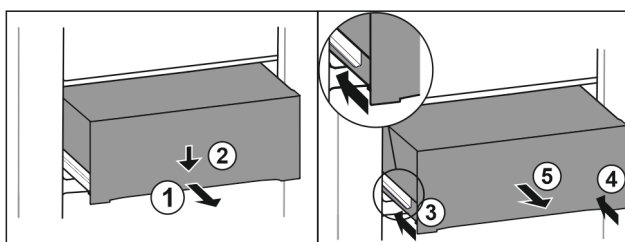

Fig. 128
- Изтеглете чекмеджето наполовина. Fig. 128 (1)
- Натиснете надолу чекмеджето от предната страна. Fig. 128 (2)
- Вкарайте лявата релса приблизително 2 cm навътре. Fig. 128 (3)
- Вкарайте дясната релса приблизително 2 cm навътре. Fig. 128 (4)
- Извадете чекмеджето напред. Fig. 128 (5)